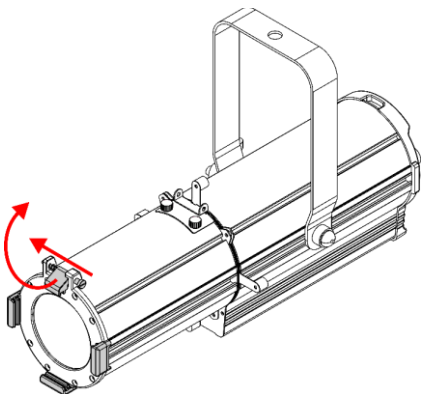

Fig. 06
- 01) Spingere la **vite a molla (07)** e contemporaneamente sollevare il **fermo del portagelatina (06)** e ribaltarlo all'indietro (vedere la Fig. 06).